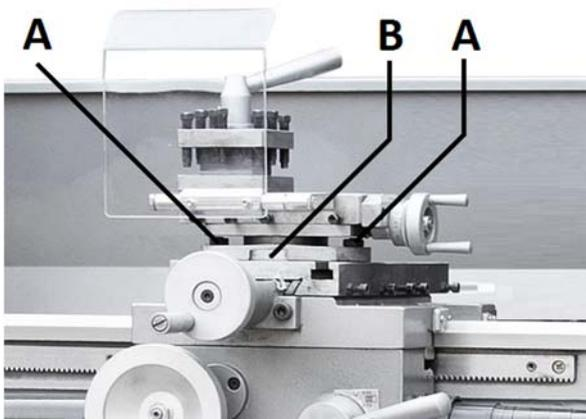

Abb. 8-4: Kegeldrehen mit Oberschlitten
Die zwei Sechskantmutter (A, Abb. 8-4) lösen und den Oberschlitten entsprechend der Teilstrichskala (B) drehen.